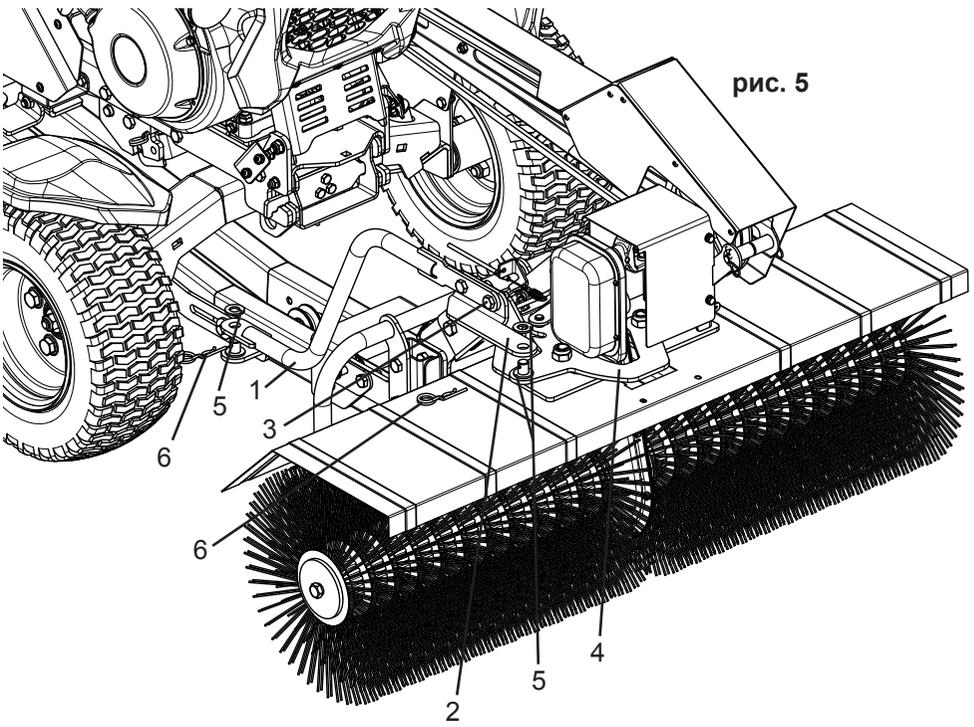

рис. 5
4. Установите на тягу поз. 1 кронштейн тяги поз. 2 (рис. 5) и закрепите его болтами M10x30 поз. 3 через шайбы A10, гайками M10.